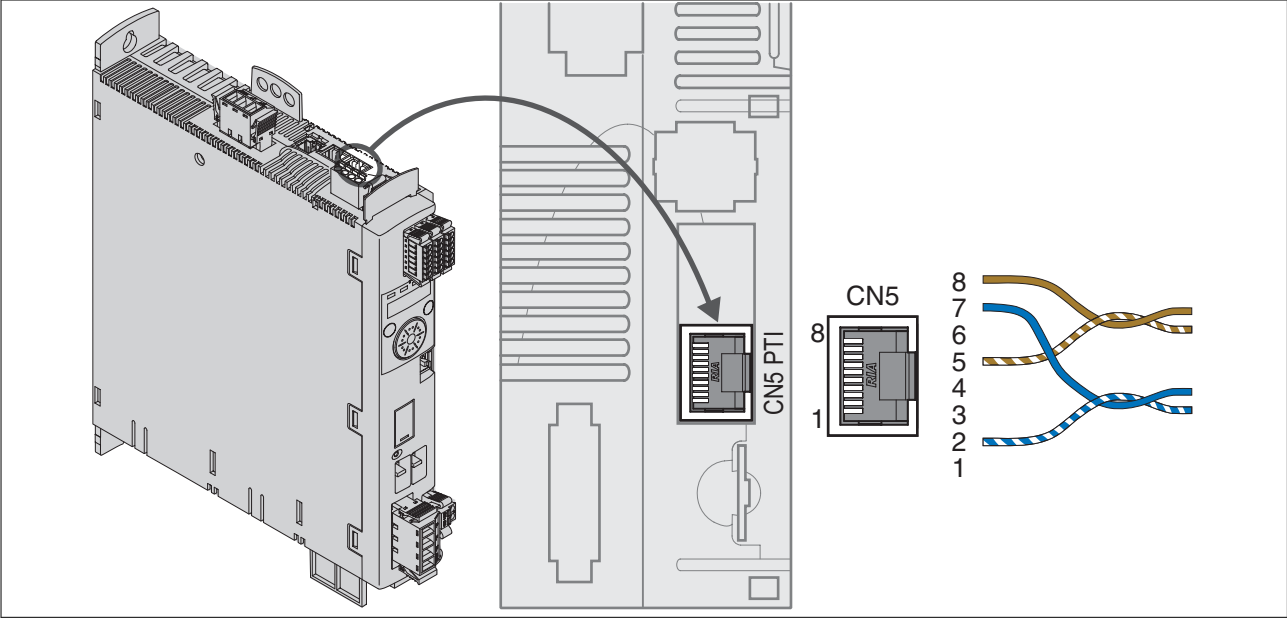

Ilustración 36: Esquema de conexiones Pulse Train In (PTI) de 24 V. Observe la formación diferente de pares.
- Confeccione el cable tal y como se muestra en la figura Ilustración 36. Observe la asignación correcta de conectores. La formación de pares para PTI de 24 V no se corresponde con la asignación de conectores común.